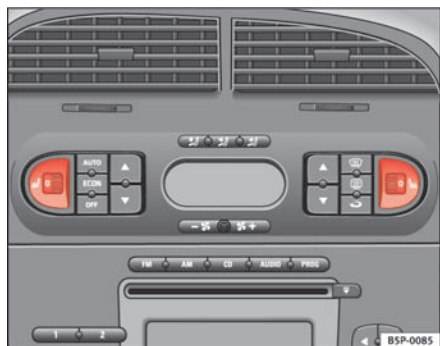

Fig. 96 Ruedecillas moleteadas de la calefacción de los asientos delanteros
- Gire la ruedecilla correspondiente ⇒ fig. 96 para encender la calefacción del asiento. En la posición **0** la calefacción del asiento está desconectada.